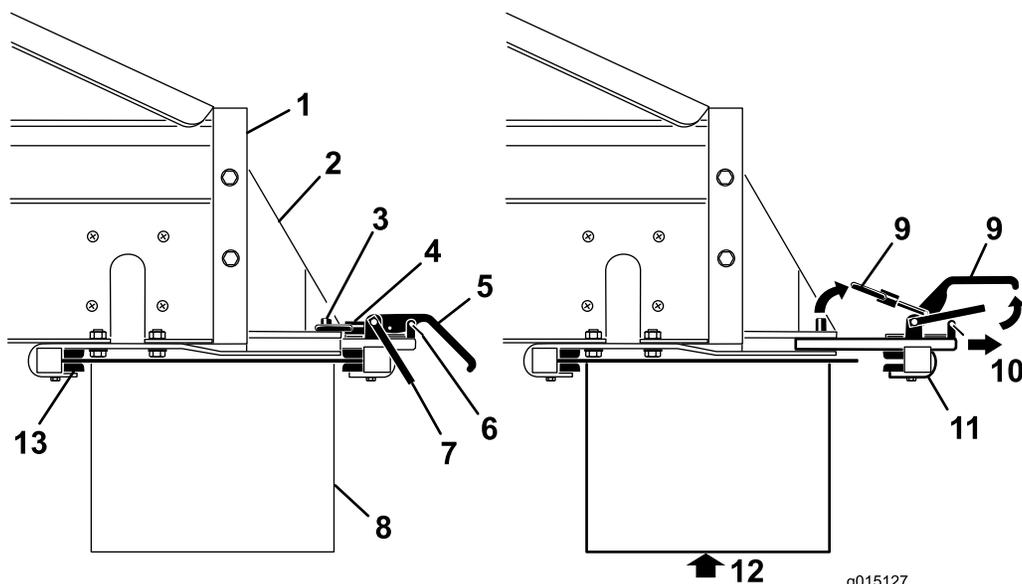

図 29
1. クランプのハンドルから、安全ラッチクリップを外す (図 29)。
2. 安全ラッチを立て、アタッチメント側のクランプハンドルを開いてロックピンからロックリングを外す (図 29)。
3. クイックアタッチスロットから、後クランプアセンブリを引き出す (図 29)。
4. 誰かに補助してもらってツインスピナーを持ち上げ、スピナーの前端を MH-400 の下の前クランプブラケットにセットする (図 29)。
5. ツインスピナーを持ち上げたまま、後クランプ・アセンブリをクイック・アタッチ・スロットに戻し、スピナーの後端部にセットする (図 29)。
7. クランプのハンドルに、安全ラッチクリップを元通りに取り付ける (図 29)。